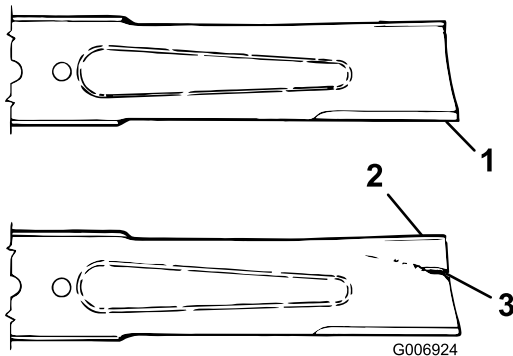

Bild 64
3. Prüfen Sie die Schnittkanten des Messers sorgfältig, insbesondere dort, wo die geraden Flächen die gebogenen berühren (Bild 64).
4. Wenn Sie Abnutzungen (Bild 64) feststellen, sollten Sie das Messer auswechseln, siehe Warten des Messerniveaus (Seite 52)